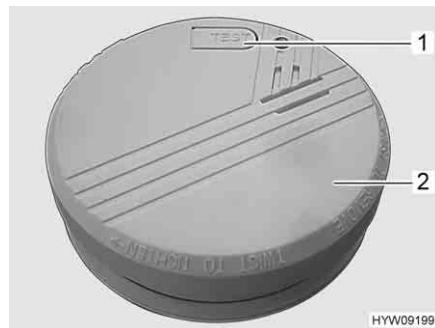

Fig. 117 Rivelatore di fumo
- Ruotare in senso antiorario il rivelatore di fumo (Fig. 117,2) finché non si stacca dal supporto.
- Eseguire un test del rivelatore di fumo. Premere il tasto di controllo (Fig. 117,1). Si deve udire il segnale acustico di allarme.